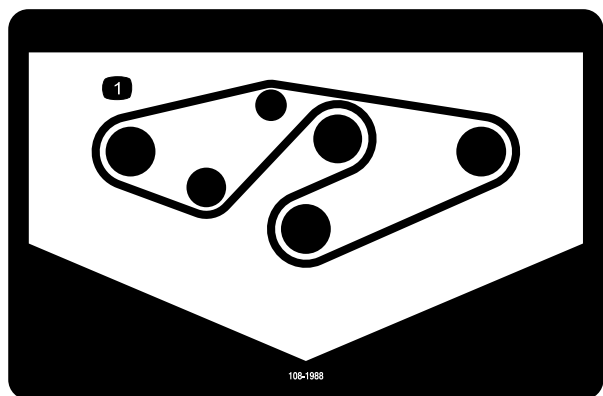

Bild 32
4. Verlegen Sie den neuen Riemen um die Spindelscheiben und die Spannscheiben, siehe Bild 32.